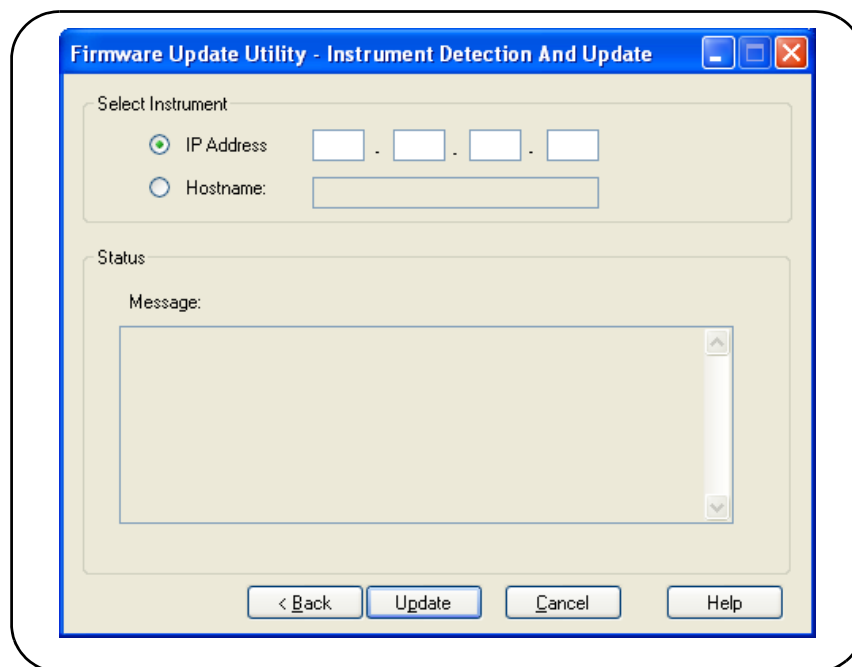

図2-11. アドレスまたはホスト名の指定。
3. カウンタのIPアドレスまたはホスト名を入力します（図2-11）。‘**Update**’ を選択してアップデート・プロセスを開始します。